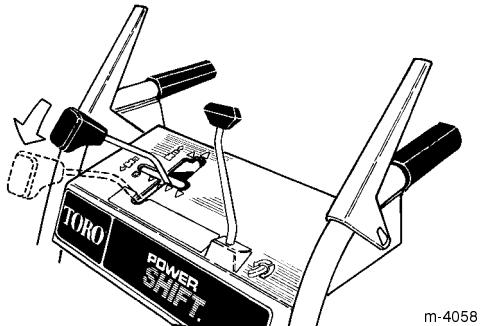

Figure 11
- Placez, à la main, les roues en position Power Shift **arrière** en soulevant la machine par le mancheron et en déplaçant la commande de changement complètement en avant (Fig. 11).